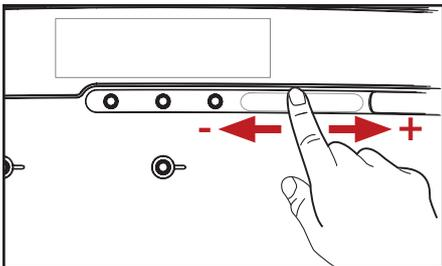

Fig. 4.6 - Pré-selecção da intensidade
2. Deslize o seu dedo sobre o slider de INTENSIDADE para pré-seleccionar a força da sua bebida (Fig. 4.6).